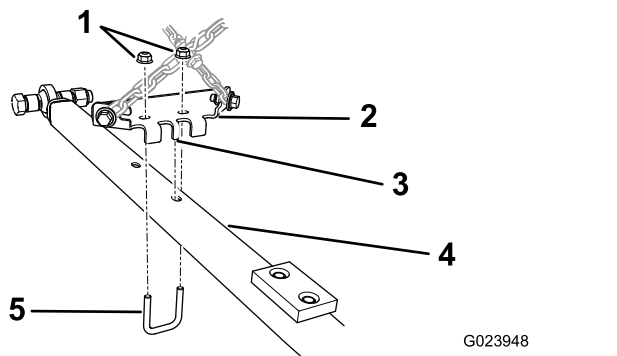

Figura 7
1. Allineate l'aletta centrale sulla staffa della barra di traino con il foro verso la parte posteriore della barra di traino (Figura 7).